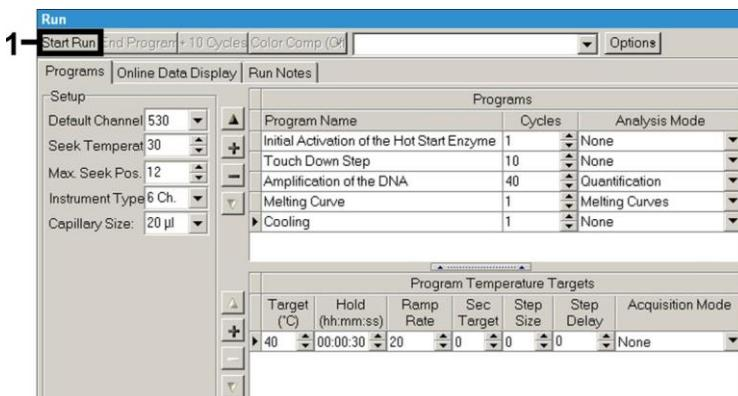

Fig. 13: Avvio della PCR.
- Per avviare la PCR entrare nel campo *Run* (Processo) e selezionare la funzione *Start Run* (Avvia processo) (vedi Fig. 13). Il programma PCR si avvia dopo aver inserito la posizione in cui devono essere salvati i dati.